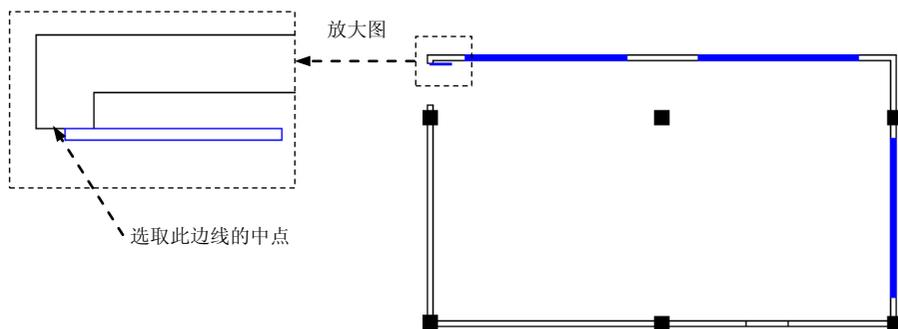

图 17.12.27 绘制矩形
Step12. 绘制矩形, 选择下拉菜单 **绘图 (D)** → **矩形 (R)** 命令, 选取图 17.12.27 所示的边线的中点为矩形的第一点, 绘制长度为 750、宽度为 40 的矩形, 完成后如图 17.12.27 所示。